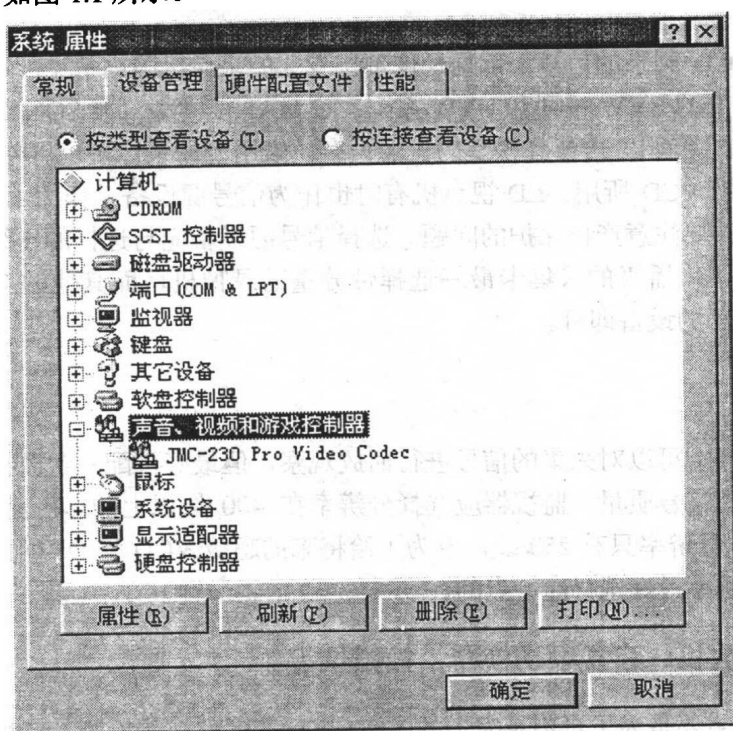

图 1.1
8. 打开“控制面板”，打开“系统”选项，在“声音、视频和游戏控制器”一栏中可看到 JMC-230，如图 1.1 所示。